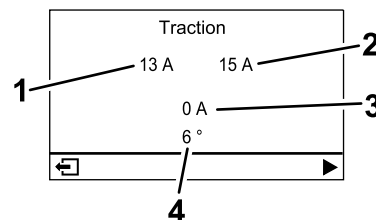

Bild 23
- **Fahrmotorbildschirm (Bild 23):** Zeigt den aktuellen Lenkwinkel und den Amperewert für jeden Fahrmotor an.